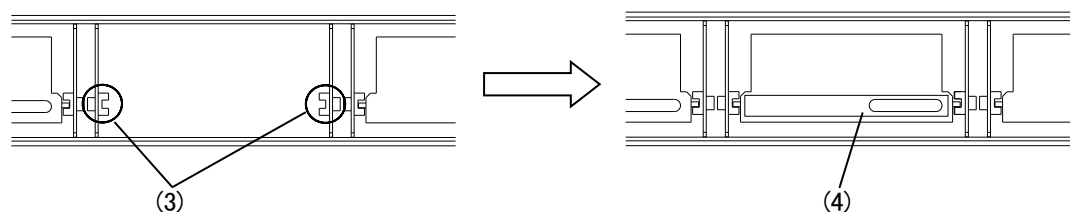

図 4-3 メインモジュールの挿入
(4) 筐体前面の-slot内部に異物がないことを確認しメインモジュールを挿入します。
- ・図 4-3 (3)の-slotに、メインモジュールの基板を滑り込ませます。
(5) 奥までメインモジュールを押し込みます。
- ・その際、図 4-3 (4)の辺り(正面パネルの下側)を押すようにしてください。